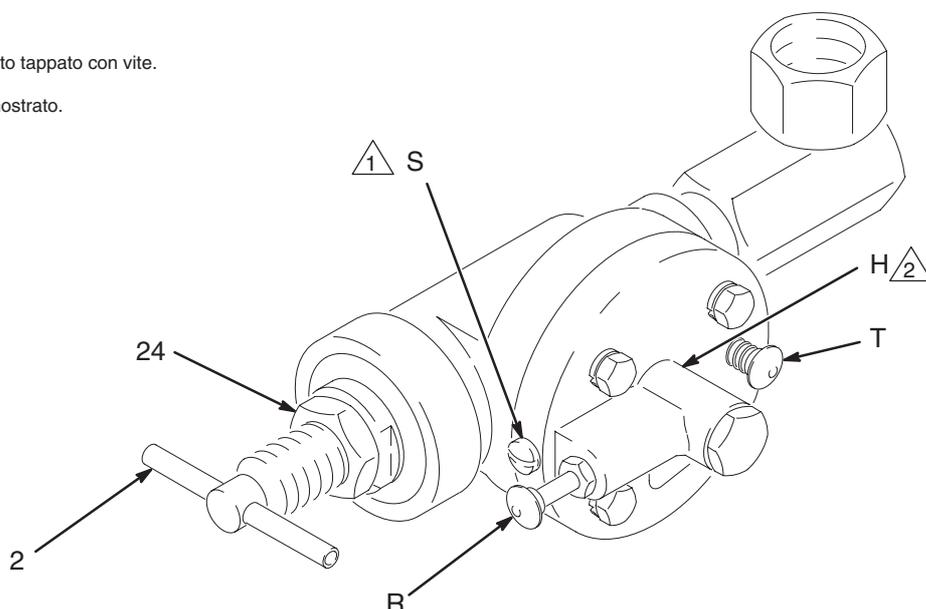

Fig. 2
1. Allentare il dado di blocco di regolazione (24). Vedere Fig. 2.
2. Verificare che la maniglia a T (2) sia del tutto ruotata **in senso antiorario**.